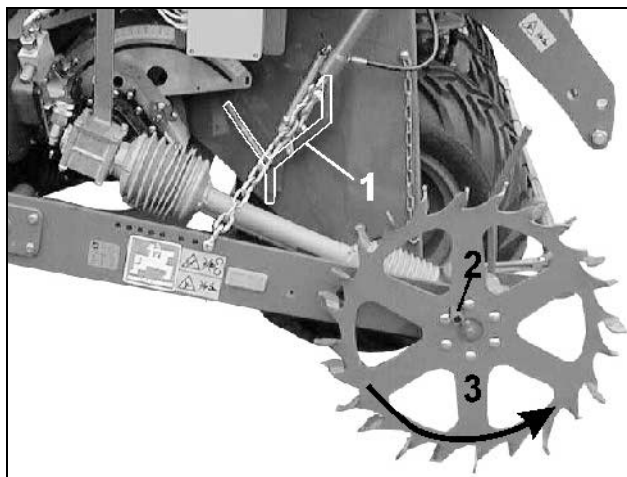
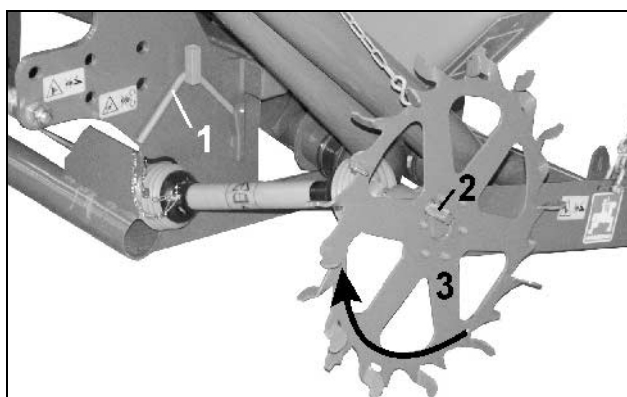

Fig. 70
Fig. 71
- Saisissez la manivelle d'étalonnage (Fig. 70/1, Fig. 71/1).
- Insérez l'épaulement 4 pans de la manivelle (Fig. 70/2, Fig. 71/2) dans la roue d'appui (Fig. 70/3, Fig. 71/3).
FPS (Fig. 70): tournez la roue d'appui vers la **gauche**!
FRS (Fig. 71): tournez la roue d'appui vers la **droite**!
- remplacez la manivelle d'étalonnage (Fig. 70/1) dans son support